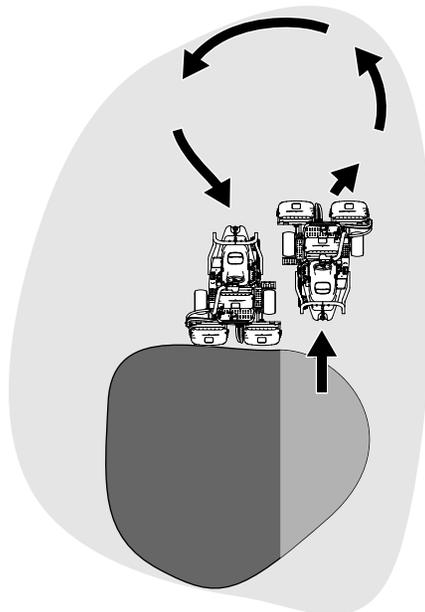

图24
6. 要缩短下一趟剪草的操作时间并方便剪出直线应轻轻朝相反方向转动机器然后再转向未剪部分。此动作是一个泪滴状的转弯图24可将机器快速对齐进行下一趟剪草。